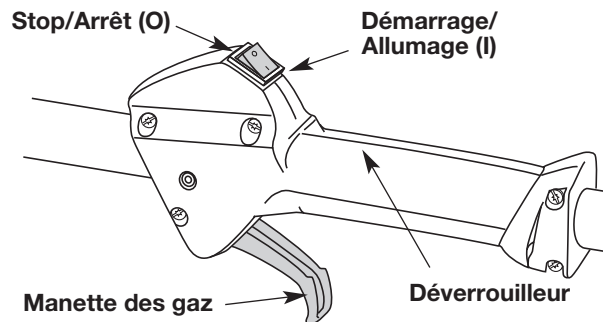

Fig. 19
REMARQUE : Il n'est pas nécessaire de faire démarrer la machine. La commande On/Off (Arrêt/Marche) est en position ON (I) en permanence (Fig. 19).